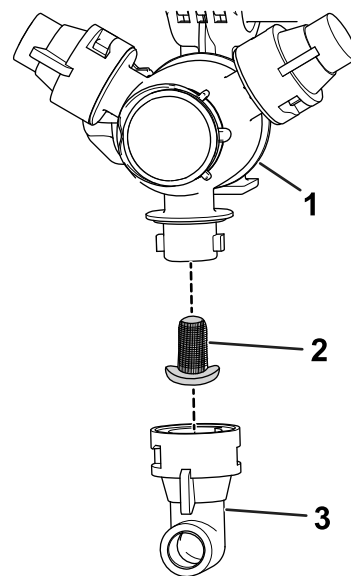

Figura 112
2. Rimuovete l'ugello dalla torretta di irrorazione (Figura 112).
3. Rimuovete il filtro dell'ugello usato (Figura 112).
4. Montate il nuovo filtro dell'ugello (Figura 112).
5. Montate l'ugello sulla torretta di irrorazione (Figura 112).